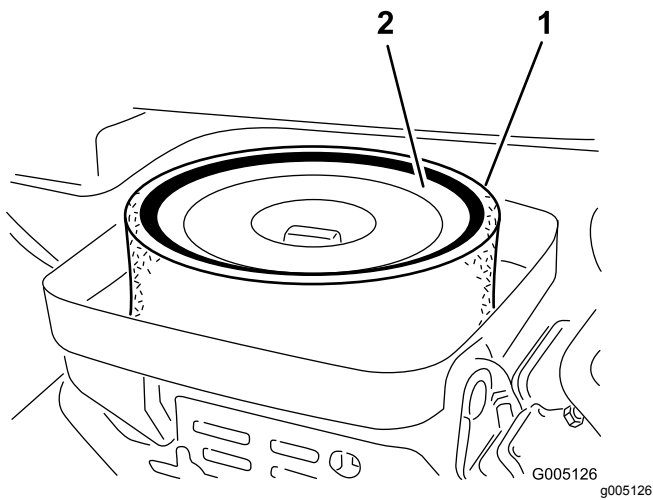

**Figura 45**
1. Limpie la tapa a fondo (Figura 45).